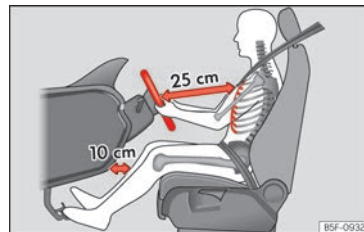

Abb. 16 Der richtige Abstand des Fahrers zum Lenkrad muss mindestens 25 cm (10 Zoll) betragen.
- Lenkrad so einstellen, dass der Abstand zwischen Lenkrad und Brustbein mindestens 25 cm (10 Zoll) beträgt » (Abb. 16) und das Lenkrad mit beiden Händen und leicht gebeugten Armen seitlich am äußeren Rand festgehalten werden kann.